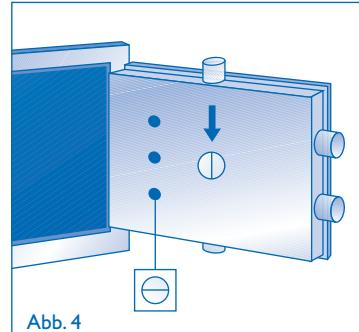

Abb. 4
A) Sicherstellen daß die Schraube zum Kombinationswechsel so steht, daß ihr Schlitz in der Senkrechten zeigt Andernfalls ist sie so zu versteteln (Abb. 4).